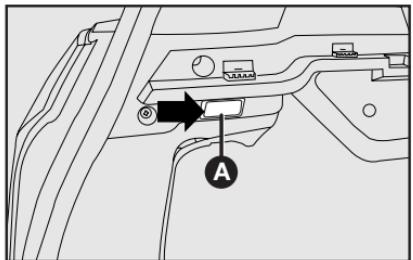

fig. 45
1) saque el transparente **A**-fig. 45, haciendo palanca con un destornillador en el punto indicado por la flecha;